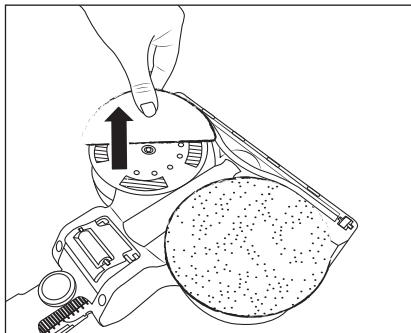

Abb. 18
- ◆ Um ein Wischpad 34 vom Wischaufsatz 31 zu entfernen, fassen Sie es mit den Fingern und ziehen Sie es nach oben vom Wischauf-satz 31 ab (siehe Abb. 18).